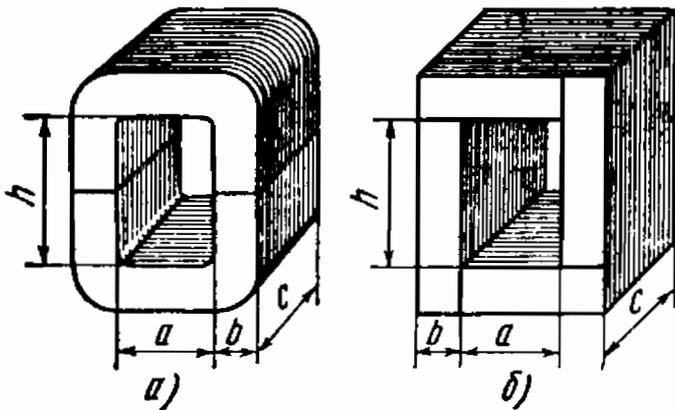

Рис. 11.1
. Эскизы магнитопроводов трансформаторов изображены на рис. 11.1. Сердечник, показанный на рис. 11.1, а, выполнен из С-образных лент холоднокатаной стали Э320 толщиной 0,35 мм, а сердечник рис. 11.1, б — шихтованным из пластин горячекатаной стали Э41 толщиной 0,35 мм. Размеры сердечников: $a = 70$ мм, $b = 50$ мм, $h = 200$ мм и $c = 110$ мм.
Решение. Сечение стали магнитопровода (рис. 11.1, а)
Проводя аналогичный расчет для трансформатора рис. 11.1, б, получаем: $H_{\sim c} = 14,6 \text{ А/см}$, $l_c = 74 \text{ см}$, $l_b = 0,02 \text{ см}$, $\omega_1 I_{\text{ихх}} = 1152 \text{ А}$, $I_{\text{ихх}} = 8 \text{ А}$.
Проведя аналогичный расчет для трансформатора рис. 11.1, б, находим $I_{1xx} = 8 \text{ А}$, $\cos \varphi_0 = 0,046$, $\alpha = 2^\circ 40'$.
11.3. Сравнить величины токов и потерь холостого хода (потерь в магнитопроводе) трансформатора рис. 11.1 при питания со стороны обмоток высшего и низшего напряжения. Коэффициент трансформации $k = \omega_1/\omega_2 = 5$.